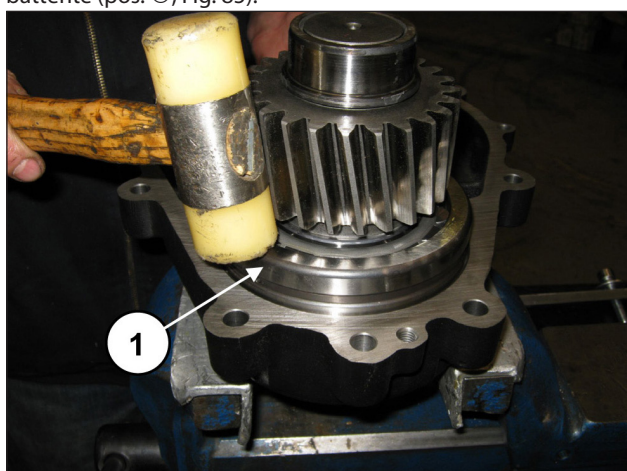

Fig. 85
Inserire il pignone premontato all'interno dell'apposita sede nel coperchio riduttore mediante l'utilizzo di una massa battente (pos. ①, Fig. 85).